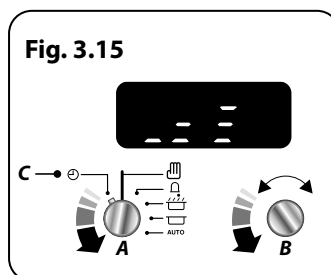

Fig. 3.15
Vrid **timervredet (A)** till **klockinställningen (C)**. Vrid **inställningsvredet (B)** motsols tills signalstaplarna visas (**Fig. 3.15**).